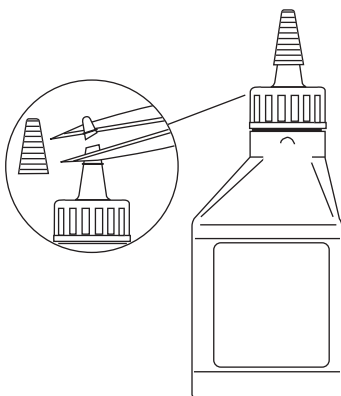

Figure 6
Su unidad trae una botella de aceite SAE 30 SF, SG, SH de 3.04 onzas fluidas (90 ml.) (Fig. 6).
1. Desenrosque la tapa de la botella de aceite y retire el sello de papel que cubre la apertura. Vuelva a colocar la tapa. Corte la punta de la boquilla del embudo (Fig. 6).